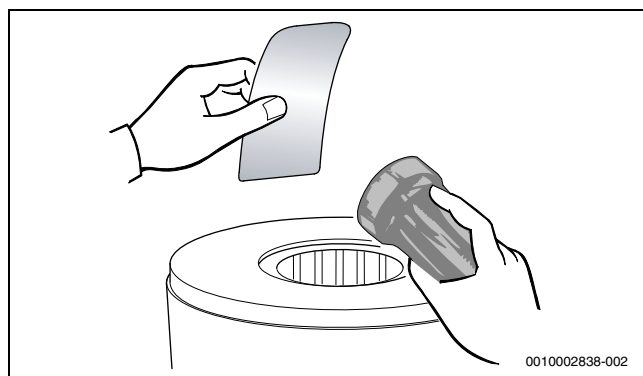

Fig. 145 Contrôler la présence de résidus dans le corps de chauffe
- Contrôler à nouveau la présence de résidus dans le corps de chauffe (→ fig. 145).